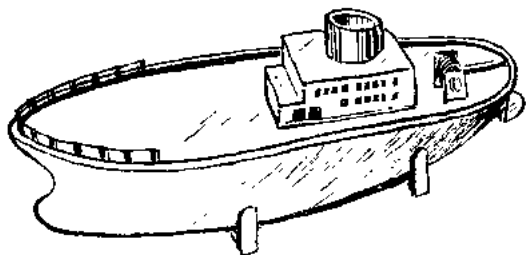

图 5
8. 船体上层建筑可用卡纸按自己需要设计(图 5)。船身外面用老粉拌清漆嵌平, 待干后涂上油漆。